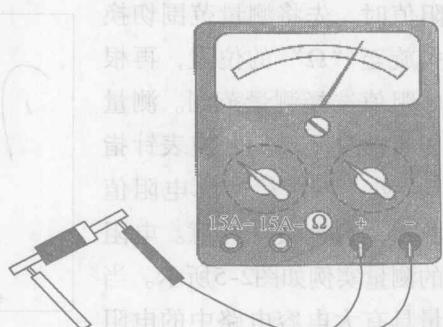

图 2-7 二极管测量
(6) 二极管的检测 二极管的判别主要通过对其正向电阻和反向电阻的测量值进行比较来判断。正常时二极管反向电阻很高，通常高于 $100\text{k}\Omega$ ；正向阻抗很低，小于 $1\text{k}\Omega$ 。二极管的测量示意图如图 2-7 所示。